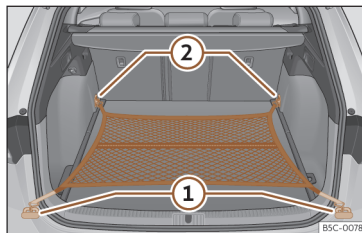

Fig. 196 Na bagageira: saco de rede fixado rente ao piso.
- Fixe os ganchos da rede nas argolas de fixação >>> **Fig. 196** (1) e (2) >>> . O fecho de correr do saco deve ficar voltado para cima.